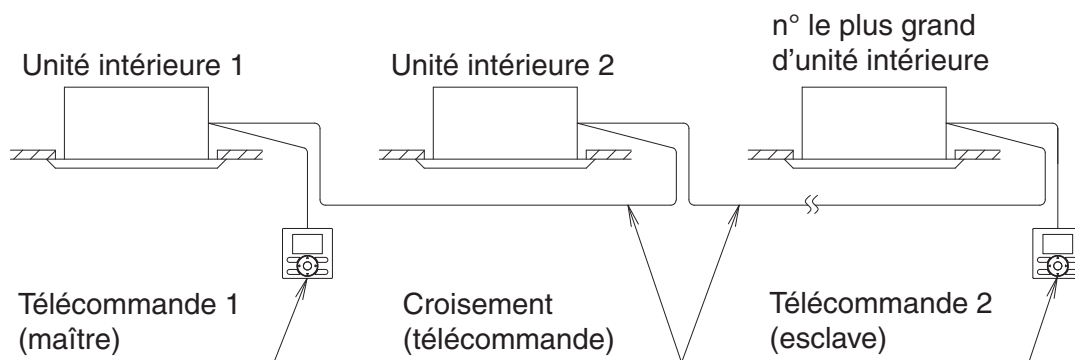

Fig. 20
- Lorsque vous utilisez la commande de groupe et la commande à 2 télécommandes en même temps, raccordez la télécommande 2 (esclave) à l'unité intérieure à la fin du croisement (le n° le plus grand). **(Reportez-vous à la Fig. 20)**